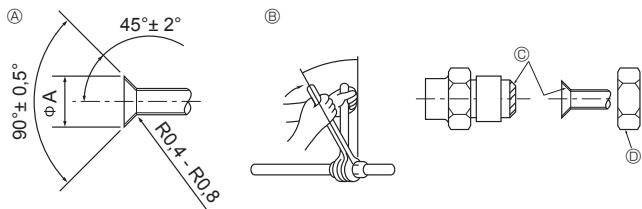

Fig. 4-1
4.2. Kople til rør (Fig. 4-1)
④ Tiltrekkingssmoment for leppemutter